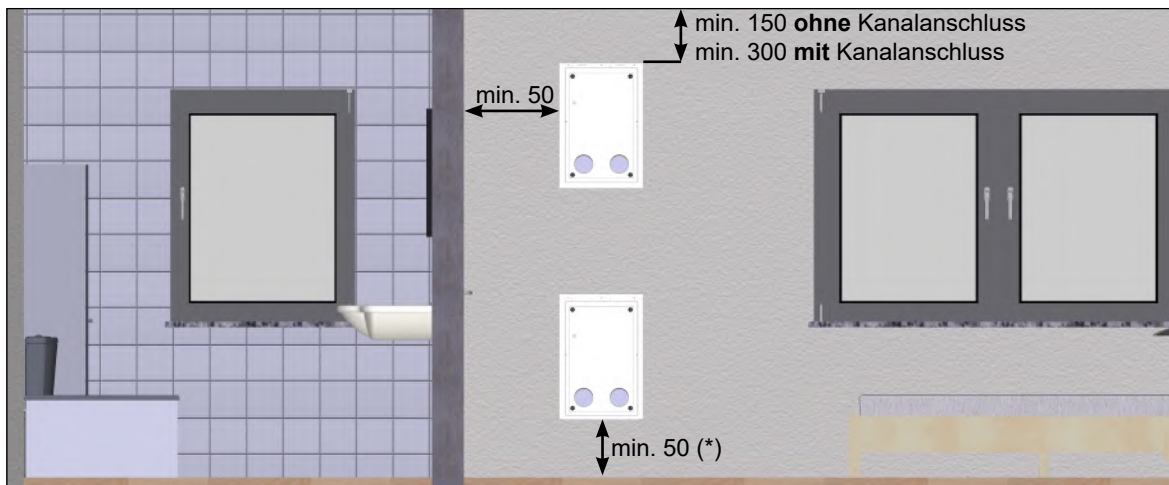
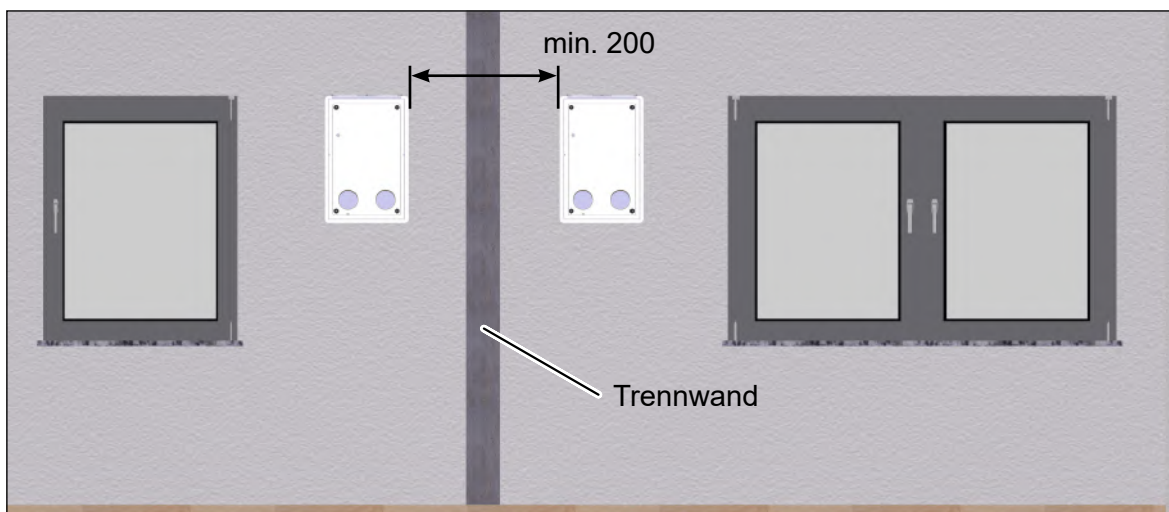

Abb. 4: Mindestabstände und Positioniermöglichkeiten des Montagesets M-WRG-II M, Maße in Millimeter
Abb. 5: Seitlicher Mindestabstand zwischen zwei Mauerkästen, Maße in Millimeter
- ▶ Achten Sie auf folgende Mindestabstände (siehe Abb. 4 und Abb. 5):
- Der Abstand der seitlichen und unteren Mauerkastenkante zu angrenzenden Flächen sollte mindestens 50 mm (Ausnahme: bei Verwendung eines Kondensatanschlusses, siehe (*) in Abb. 4 auf Seite 10) betragen. Mit Einhaltung des Mindestabstands lässt sich das Lüftungsgerät leichter bedienen. Ebenso kann der Luftfilterwechsel ohne Beeinträchtigung durchgeführt werden.